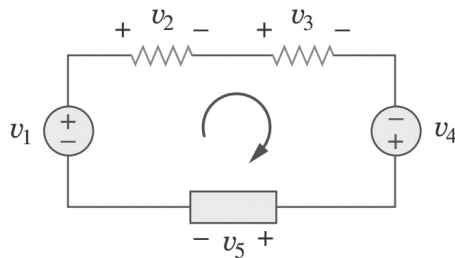

Figura 5. Circuito com um laço ilustrando a LKT.
Aplicando-se a LKT, Equação (3), no circuito ilustrado na Figura 5 e escolhendo a convenção do laço no sentido horário (ou anti-horário) para as tensões, a soma algébrica das tensões seria $-v_1 + v_2 + v_3 - v_4 + v_5$. Dessa forma, a LKT será: